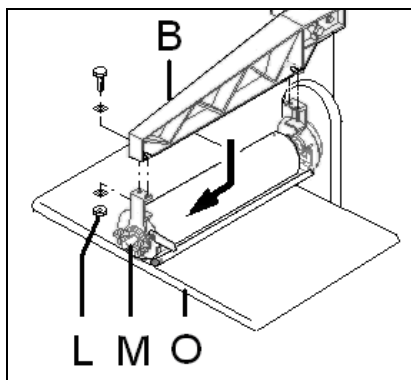

Fig 16
Avec la manivelle, faire remonter complètement le tapis (O, Fig 16) et s'en servir pour soutenir l'unité de brosse (M).